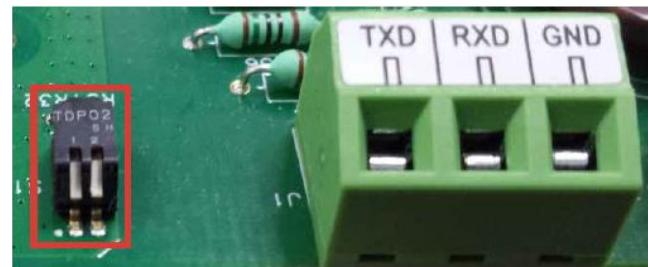

图 4-3: 计量开关位置
- 如果也要求复位校秤数据，则把 SW1-1, SW1-2 同时设定到 ON 位置，如图 4-3 所示。